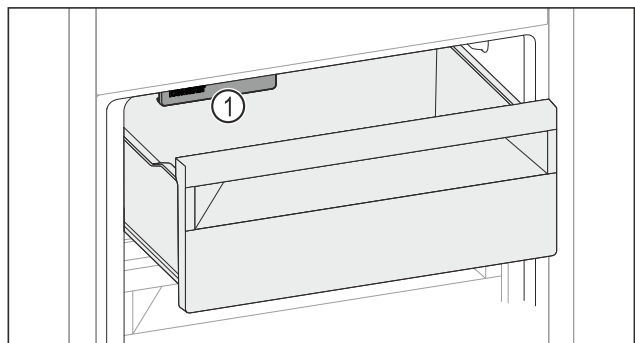

Fig. 49
- ▶ Слідкувати за функцією IceMaker Fig. 49 (1).